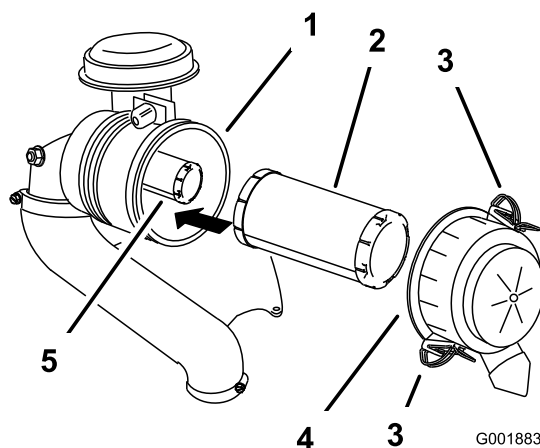

Figura 44
3. Rilasciate i dispositivi di fermo del filtro dell'aria e togliete il coperchio dal corpo del filtro (Figura 44).
5. Estraete con cautela il filtro primario dal corpo del filtro dell'aria (Figura 44).
2. Se sostituite il filtro interno, inseritelo con cautela nel corpo del filtro (Figura 44).
- Montate con cautela il filtro primario sul filtro di sicurezza (Figura 44).
- Montate il coperchio del filtro dell'aria e chiudete i fermi (Figura 44).